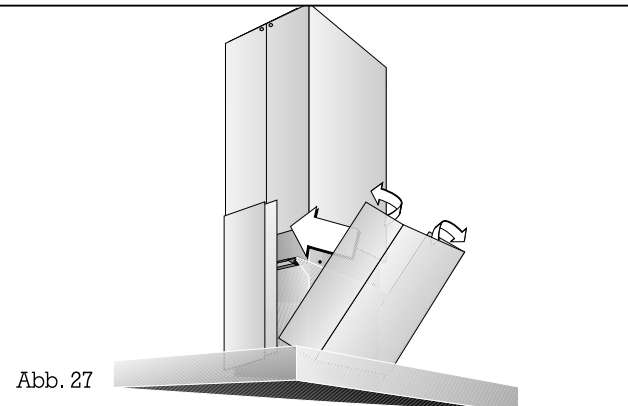

Abb. 27
15. Setzen Sie das untere Kaminteil ohne Magnetstreifen auf der Dunstabzugshaube auf. Die zweite untere Kaminhälfte (mit Magnetstreifen) leicht aufbiegen, auf das erste Kaminteil aufschieben und ausrichten (kein Spalt!) (Abb. 27).